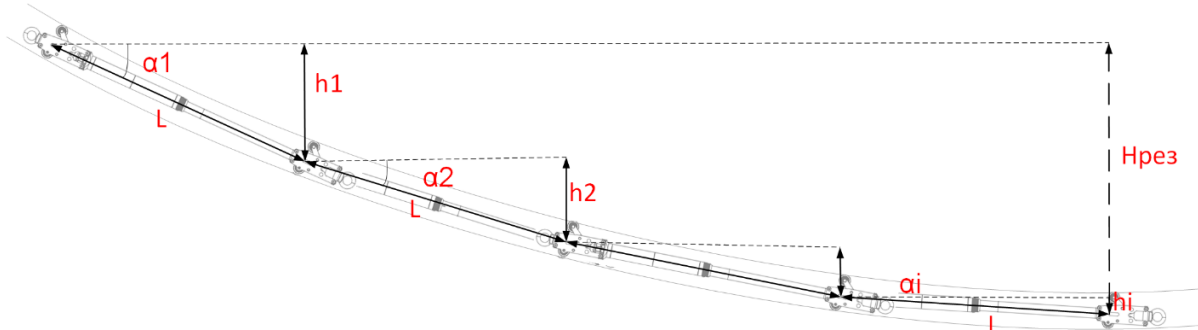

Рисунок.1.7 Принцип измерения вертикального смещения с помощью инклинометра IN-D3-50-20-YY-H
1.5.3 Рисунок 1.7 поясняет принцип измерения вертикального смещения обсадной трубы в горизонтальных инклинометрических скважинах с помощью инклинометра BIN-D3-50-20-YY-H.